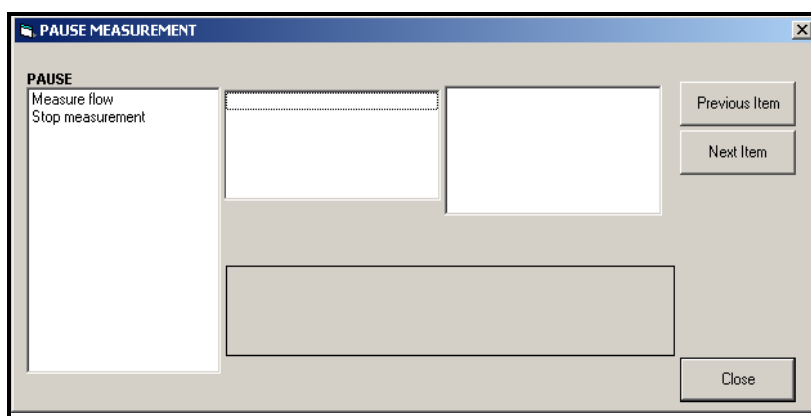

Рис. 19: Окно Pause Measurement
2. Разверните опцию *Edit Functions* (Редактировать функции) и дважды щелкните поле *Pause Measurement* (Пауза в измерениях). Откроется окно, аналогичное *Рисунок 19* ниже.